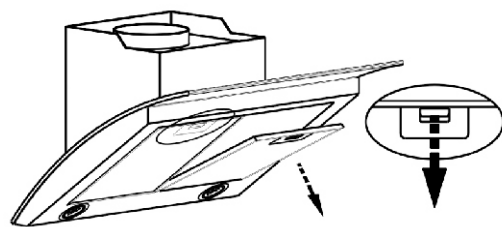

рис. 4
8.3 Для очистки алюминиевого фильтра извлеките его из вытяжки (рис. 4) и произведите его очистку с помощью щетки горячим водным раствором нейтрального моющего средства вручную или в посудомоечной машине (при 60°C). Сильно загрязненный фильтр не следует мыть в посудомоечной машине вместе с посудой. Старайтесь не сгибать фильтр при мойке.
- перед установкой вытяжки снимите алюминиевый фильтр, для этого нажмите на пружинный замок на фильтре и потяните его вниз и на себя (рис. 4);